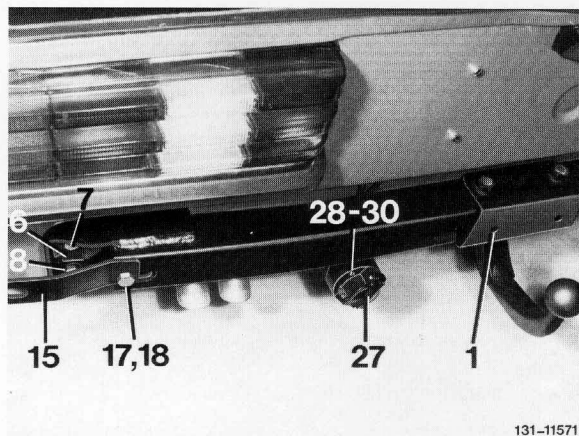

Bild 3
16 Stoßfängerhalter (15 und 16) am Querträger (1) mit den Teilen (17 und 18) anschrauben (Bild 3).